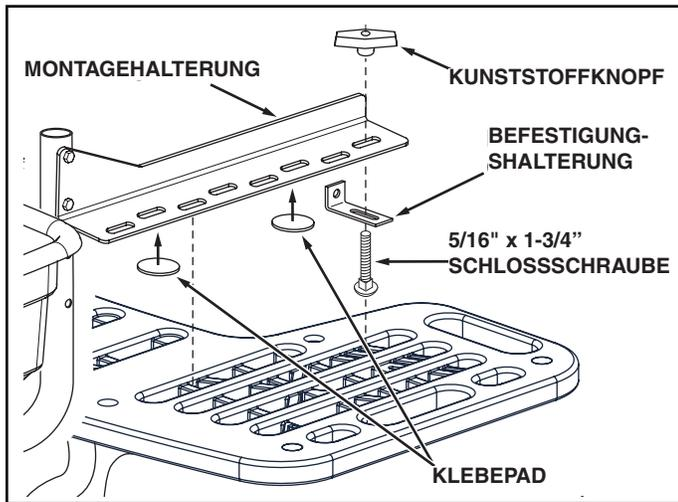

ABBILDUNG 8
10. Befestigen Sie die Montagehalterungen des Streuers mit vier 5/16" x 1-3/4" SchLOSSSCHRAUBEN, Befestigungshalterungen und Kunststoffknöpfen am Befestigungsrahmen des Fahrzeugs. Verwenden Sie die Klebepads, um den Befestigungsrahmen zu schützen. Siehe Abbildung 8.